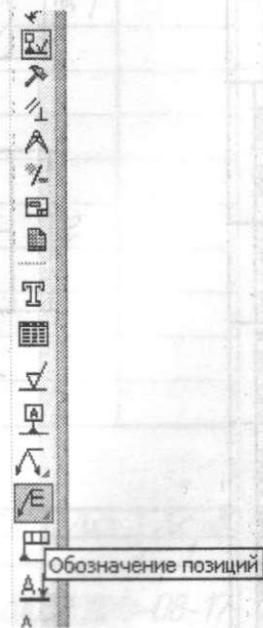

Рис. 27. Страница **Обозначение**
5. Проставить номера позиций, используя команду **Обозначение позиций** в странице Компактной панели **Обозначения**  (рис. 27).